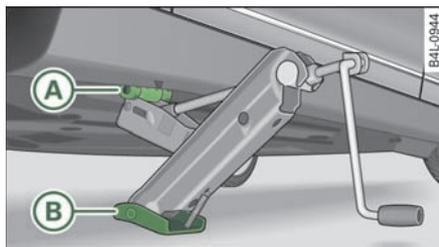

图 253 更换车轮：汽车千斤顶
- 调准汽车千斤顶，使其辘子 =>图 253 **A** 卡住边梁上为其设置的塑料护套中，然后将可移动的底座 **B** 在地面放平。